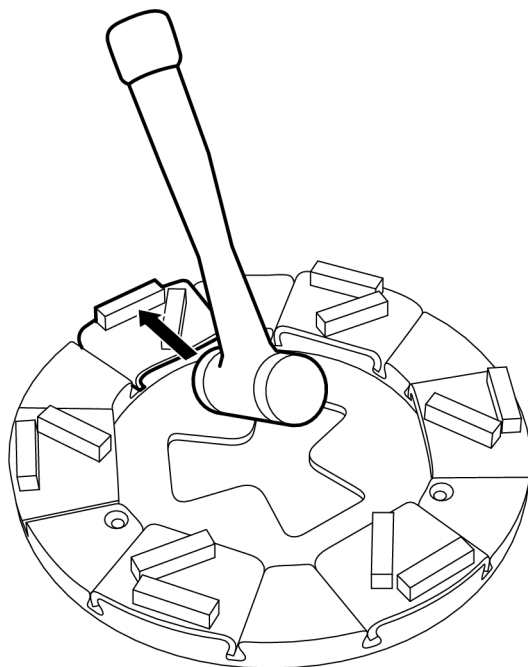

Bild 4-13. Låsning av slipverktyg
2. Lås slipverktyget i verktygshållaren genom att slå några lätta slag med en gummihammare, se Bild 4-13, sidan 23.
3. Lås slipverktyget i verktygshållaren genom att slå några lätta slag med en gummihammare, se Bild 4-13, sidan 23.